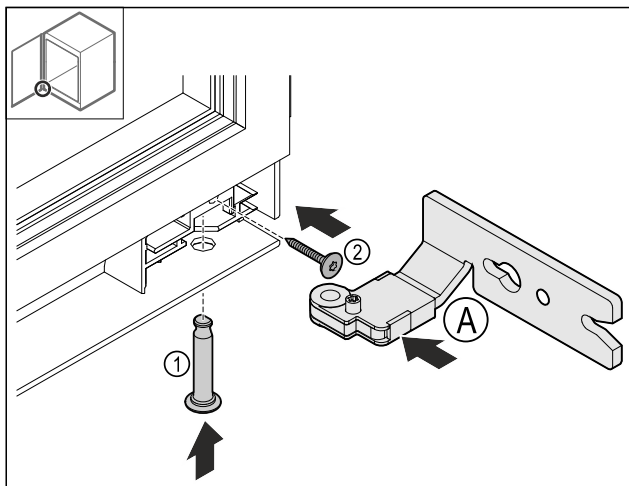

Fig. 28
- ▶ Sätt in det undre gångjärnet Fig. 28 (A).
- ▶ Sätt in stiftet Fig. 28 (1) och håll fast det.
- ▶ Skruva fast skruven Fig. 28 (2).